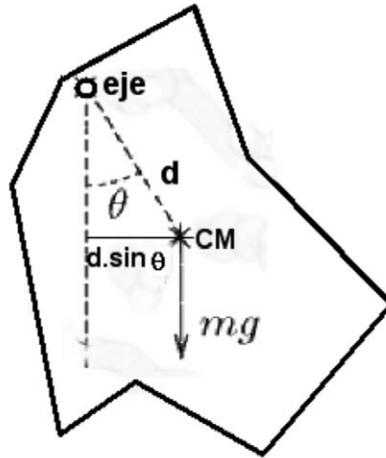

Figura 8.1 Objeto rígido que gira alrededor de un eje fijo
Si se considera el objeto rígido que se muestra en la figura 8.1, el cual se hace girar alrededor del eje O que está a una distancia d del centro de masa (CM), cuando se desplaza un ángulo θ de su punto de equilibrio, el momento de torsión estará dado por el producto entre el peso (mg) y el brazo $d \sin \theta$. Su magnitud está dada por: $mg \cdot d \sin \theta$. Por lo tanto, si se sabe que $\tau = I\alpha$, donde τ es el momento de torsión y α la aceleración angular, entonces:
2. Cuelgue de un extremo el objeto rígido seleccionado, de tal manera que se mueva libremente y déjelo hasta que se localice en su punto de equilibrio (quede alineado con la gravedad) para trazar una línea vertical (ver figura 8.1).